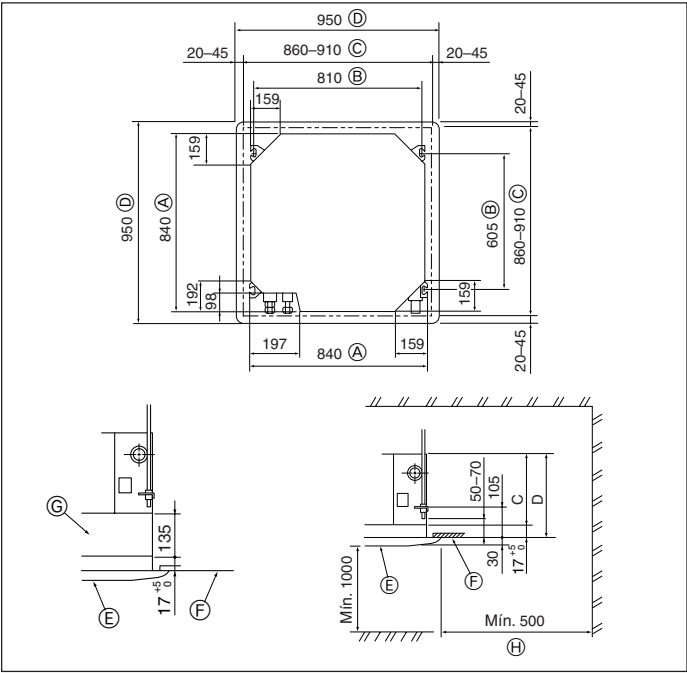

Fig. 2-2
2.2. Apertura del techo y ubicación de los tornillos de suspensión (Fig. 2-2)